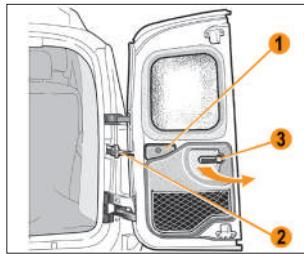

Рис. 1.4.7. Открытие меньшей двери багажного отделения
**Открытие меньшей двери багажного отделения.** После открытия большой двери можно открыть меньшую дверь, нажав на ручку 3 вниз (рис. 1.4.7).